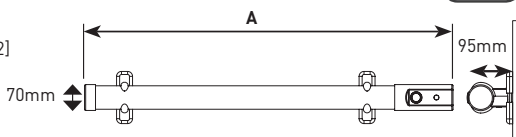

Fig.2
- Las dimensiones de los calentadores aparecen en la [Fig.2]